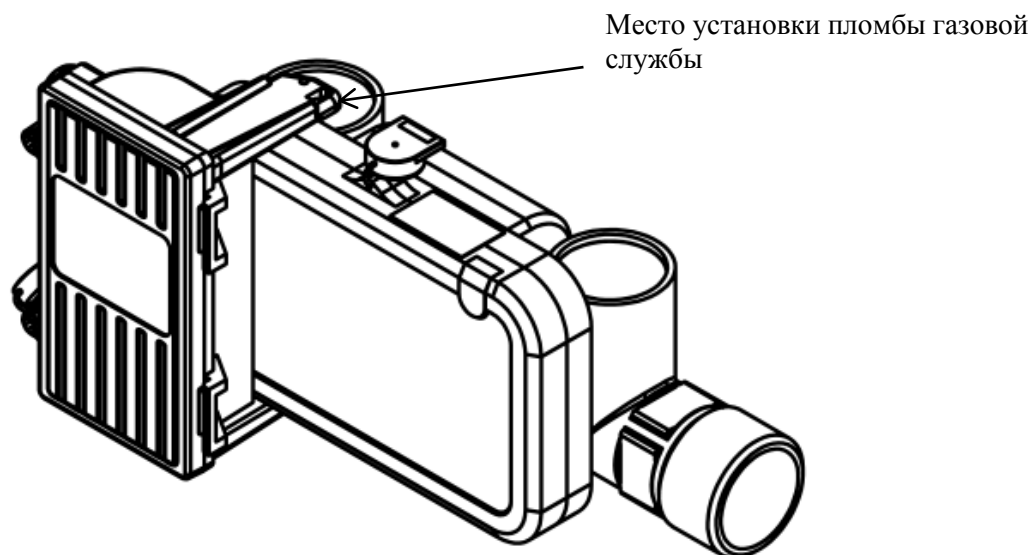

Рисунок 12 – Пломбирование адаптера
2.2.2.13 После установки и проверки в пазы адаптера вставить стопор, установить пломбу (см. рисунок 12).